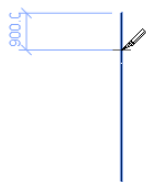

图 2-78 第一个拆分处
(2) 在图元上要拆分的位置处单击, 如图 2-78 所示, 拆分图元。